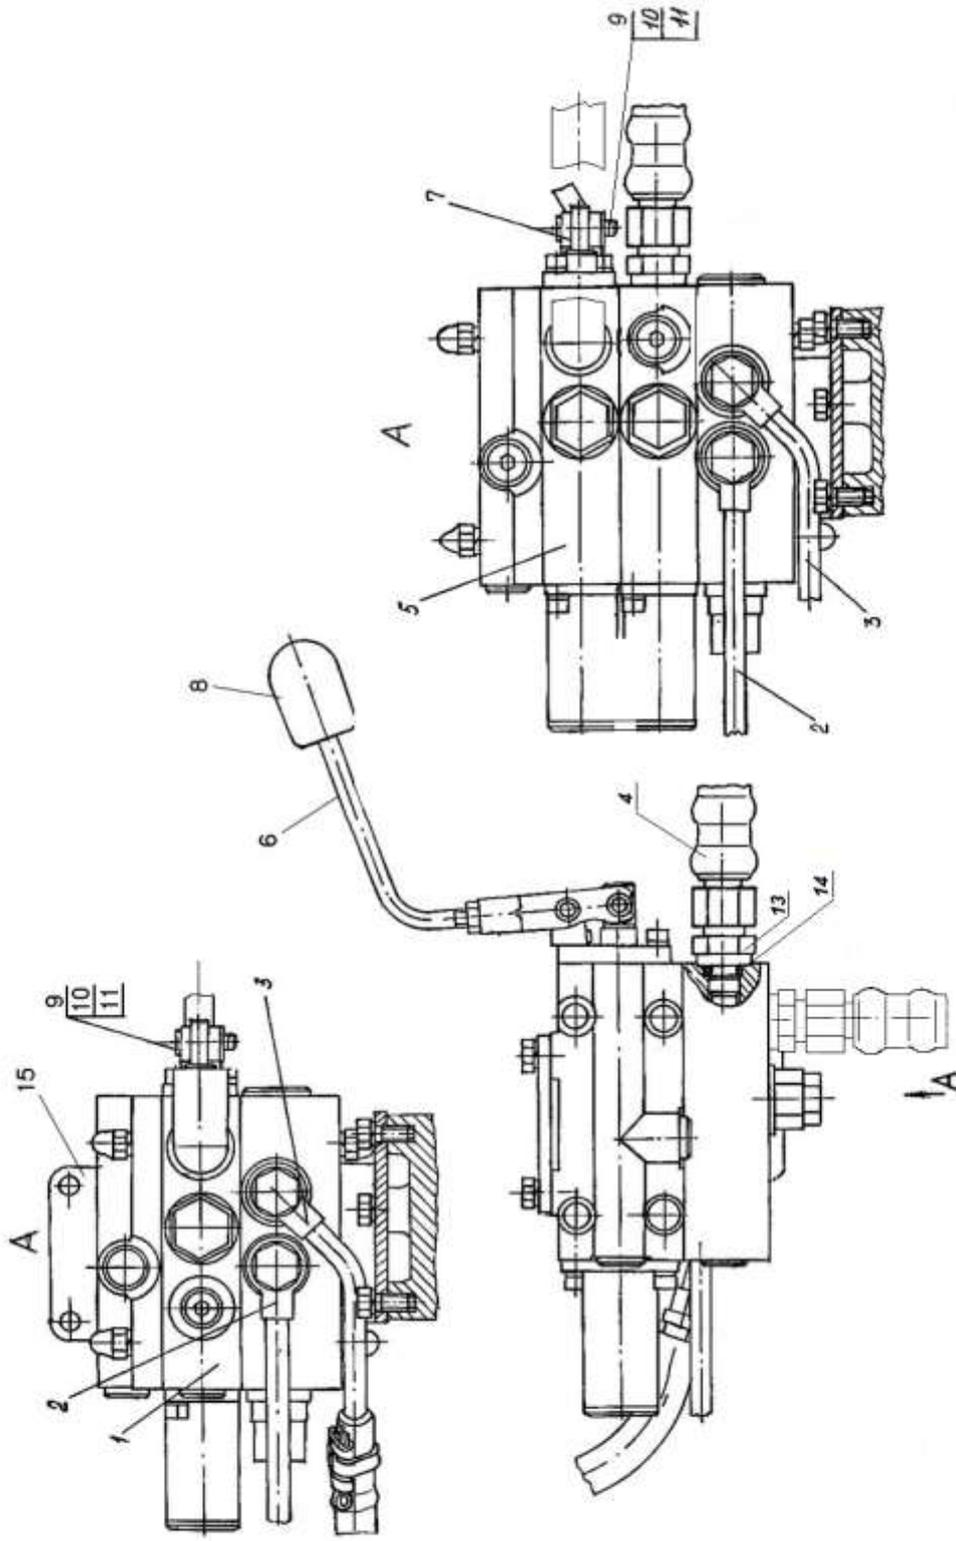

Рисунок 1
- отсоединить трубопроводы 2, 3, рукав 4 с клапаном замедлительным 13 и кольцом 14 (рисунок 1) от гидрораспределителя 1;
4.5 Расшплинтовать шплинты 11 (рисунок 1), снять палец 9, шайбу 10, рычаг 7 с гидрораспределителя 1.
5.1.1 Установить гидрораспределитель 5 на кронштейн 15 (рисунок 1), предварительно сняв технологические заглушки, клапан замедлительный 13 с кольцом 14, совместив отверстия кронштейна с отверстиями крепления гидрораспределителя 5. Закрутить болты, демонтированные с мини-трактора по 4.2.
5.6 При демонтаже бульдозерного оборудования с мини-трактора рукав 4 (рисунок 1) отсоединить от клапана замедлительного 13 и установить заглушку (220-4607190) из комплекта поставки.